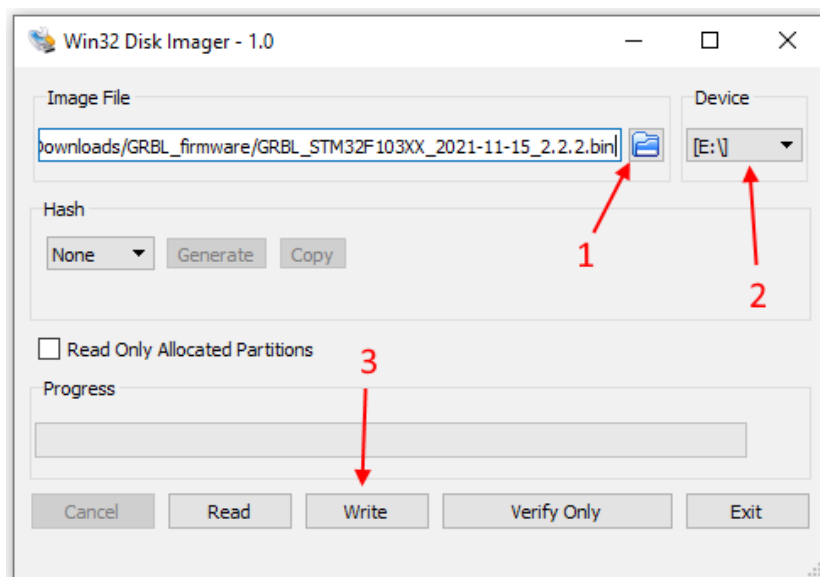

Рисунок 13: Обновление прошивки в Win32DiskImager
- Запустите программу Win32DiskImager. В поле *Image File* укажите путь к bin-файлу новой прошивки контроллера, в выпадающем списке *Device* укажите соответствующий Вашему контроллеру идентификатор устройства (рис. 13).